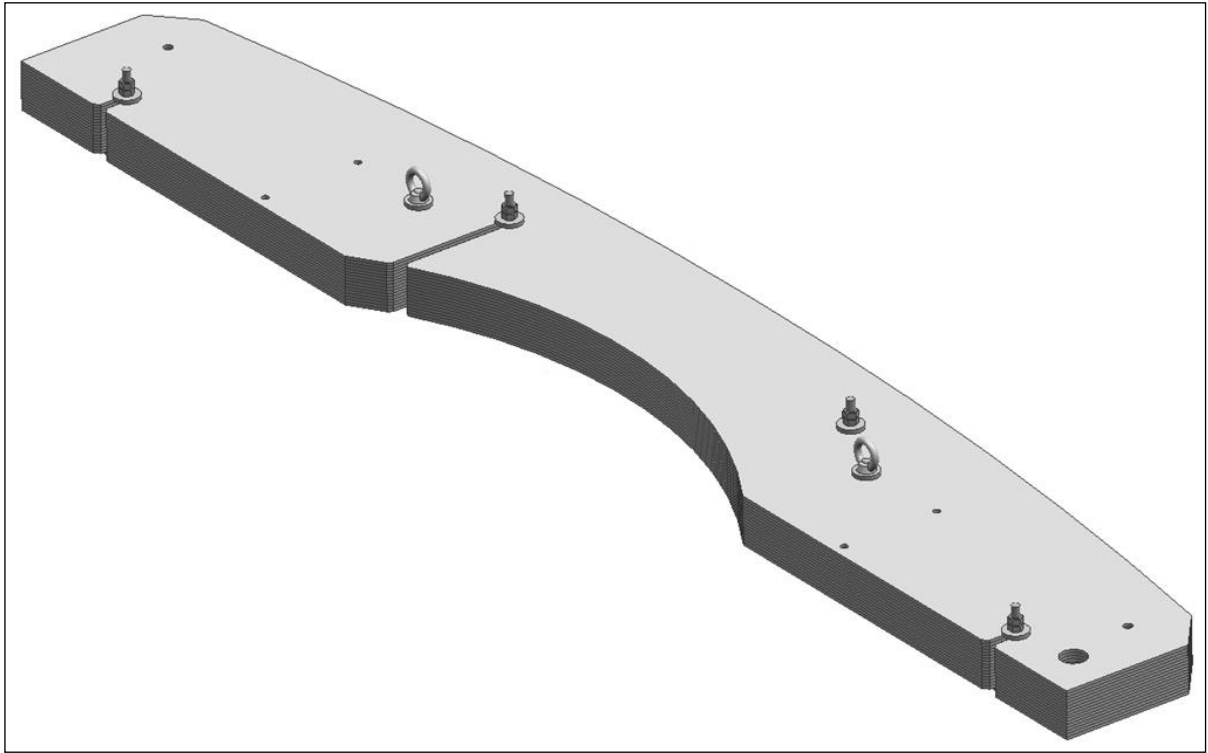

Рисунок 5.9
Центры трех отверстий в бампере должны совпадать с вершинами пазов в листах противовесов, а центр четвертого отверстия с центром отверстия №4 (рисунок 5.9);
4) Комплект противовесов, для удобства транспортировки, поставляется потребителю в виде пачки листов, скрепленных болтовым соединением (рисунок 5.9)